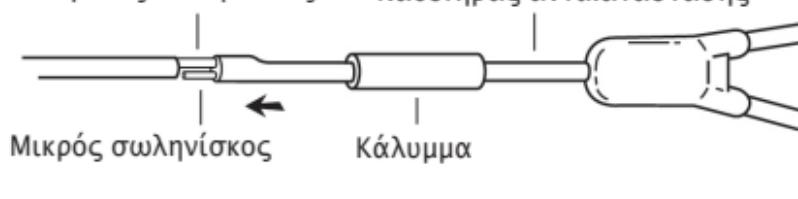

Fig. 3
3. Το άκρο του καθετήρα αντικατάστασης είναι έτοιμο για χρήση με μικρούς (βραχύ άκρο) και μεγάλους (μακρύ άκρο) μεταλλικούς σωληνίσκους. Ωθήστε με απαλές κινήσεις το μεγάλο μεταλλικό σωληνίσκο ελαφρώς μέσα στο μεγάλο αυλό του καθετήρα (Fig. 3)